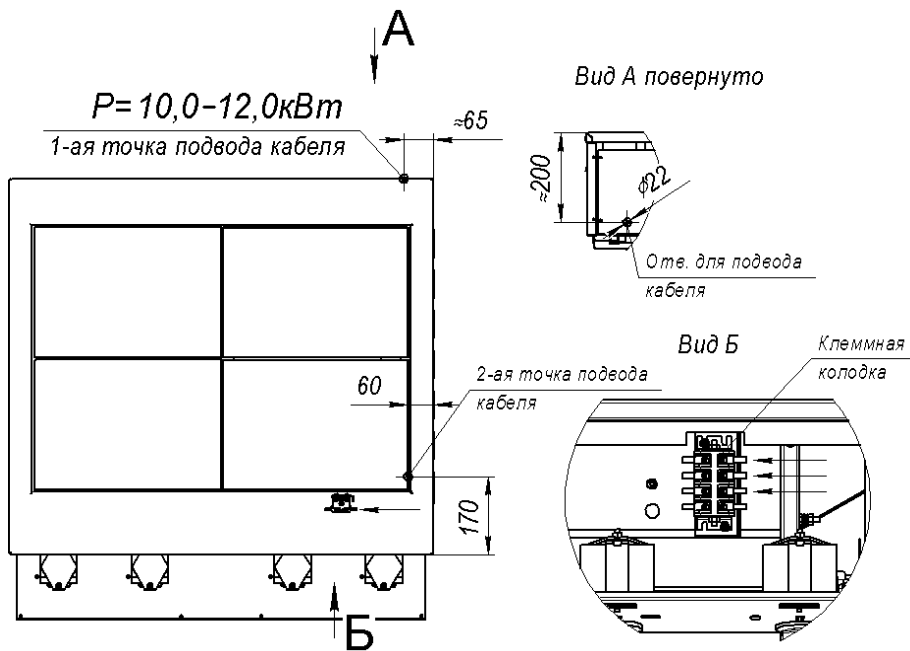

Рис.3
6.7 Рекомендуем, подвод электропитания к плите производить, скрытой в полу, трубной разводкой. Диаметр трубы – не менее 1/2" ($\varnothing=22\text{мм}$), высота от уровня пола не более 500мм (см. рис.3). Электропровода, заводимые в плиту, до блока клеммного, должны иметь термостойчивую изоляцию, с температурой длительной эксплуатации не менее 150°C